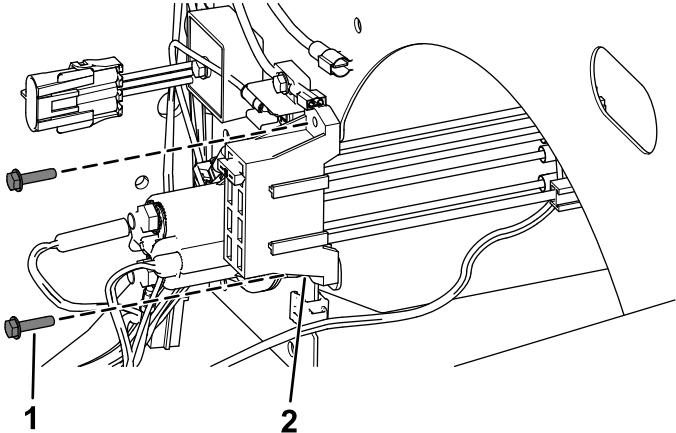

Figure 21
- Modèles 2019 et suivants** : fixez le nouveau porte-fusibles en place avec les 2 vis autotaraudeuses, comme montré à la Figure 21.